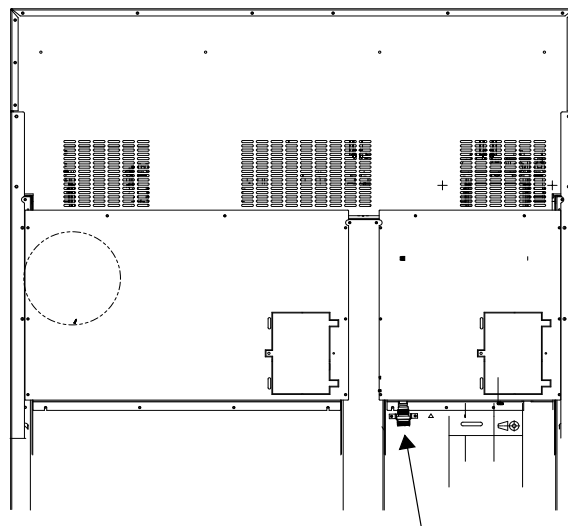
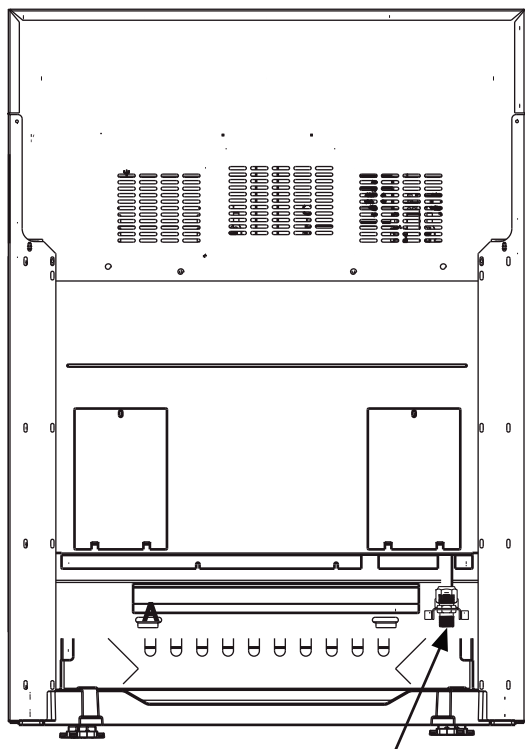

Figura 10: Ubicación del suministro de gas en las estufas de 48"
Figura 9: Ubicación de la línea de suministro de gas para las estufas de 30" y 36"
- Utilice una línea flexible de 3/4" entre el suministro de gas y la línea de suministro del aparato. La línea de suministro de gas está ubicada en la parte inferior derecha de todas las estufas. (Ver *Figura 9* y *Figura 10*). La línea de suministro de gas del aparato es de tipo NPT 1/2". Tenga cuidado de no torsionar la manguera flexible de 3/4" cuando haga dobleces. La longitud sugerida de la manguera es de 48" (1,20 m), sin embargo, por favor revise los códigos locales para los requerimientos en su área antes de la instalación.